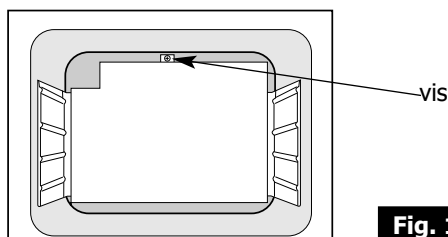

Fig. 1
1. Dévissez la vis maintenant la paroi arrière de la cavité du four et retirez cette paroi (**Fig.1**).